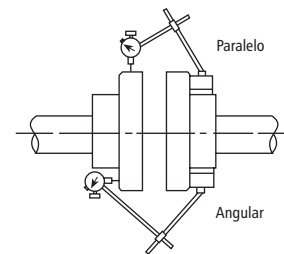

Figura 4
- Se **DEBE** controlar la alineación antes de operar la bomba. Observe la figura 4.